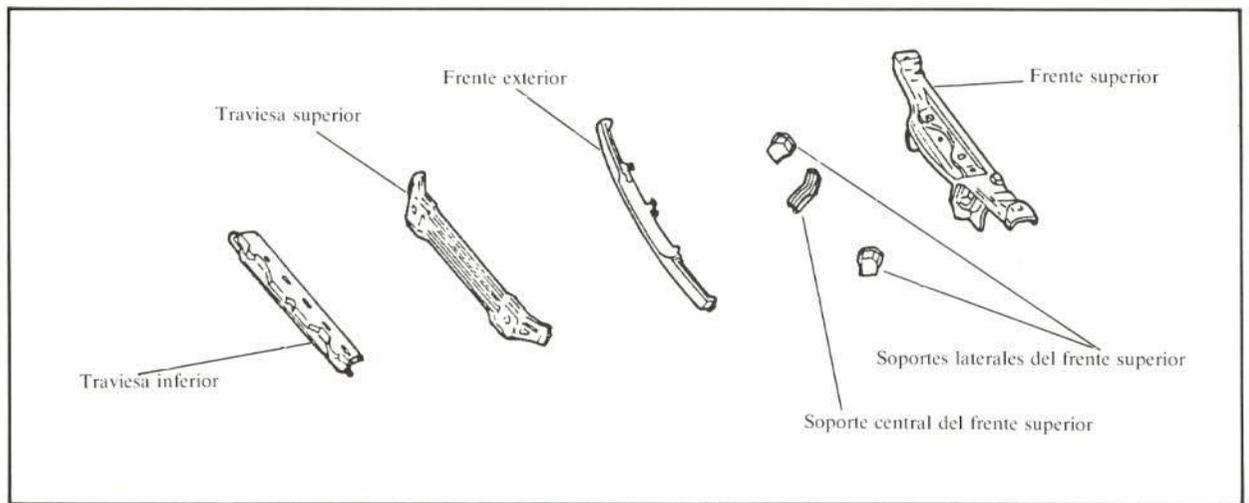

FIGURA 6.— Elementos del frontal del vehículo.
- La reparación de la parte delantera del vehículo resulta muy complicada debido a la gran cantidad de elementos como traviesas, soportes, refuerzos, etc. y a su disposición (Véase figura 6).